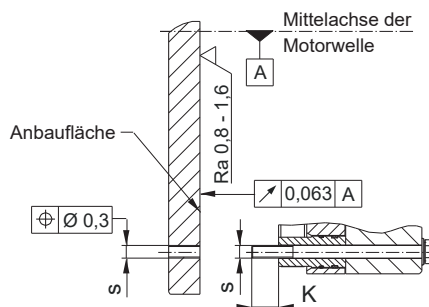

Bild 5
- ☐ Bei Nabenausführungen sind die Passungstoleranzen der Nabenbohrung (10) und der Welle so zu wählen, dass kein Aufweiten der Nabenverzahnung (10) erfolgt. Ein Aufweiten der Verzahnung führt zu einer Klemmung des Rotors (3) auf der Nabe (10) und somit zu Funktionsstörungen der Bremse. Empfohlene Naben – Wellenpassung H7/k6. Wird zum besseren Fügen die Nabe (10) erhitzt, so muss zuvor der O-Ring (11) entfernt und nach der Nabenmontage wieder aufgezogen werden. Die max. zulässige Füge­temperatur von 150 °C darf nicht überschritten werden.
- ☐ Eine Auslegung der Passfederverbindung entsprechend den Anforderungen Wellendurchmesser, übertragbares Drehmoment und Betriebsbedingungen ist durchzuführen. Dazu müssen die entsprechenden Daten vom Betreiber bekannt sein bzw. die Auslegung wird vom Betreiber nach den gültigen Berechnungsgrundlagen DIN 6892 durchgeführt. Für die Berechnung ist die Qualität der Nabe mit Re = 300 N/mm² anzusetzen. Die Traglänge der Passfeder sollte sich über die gesamte Nabe (10) erstrecken.
- ☐ Die Anbaumaße und die Anschraubgewinde s mit Tiefe K + 2 mm (K = Schraubenüberstand) gemäß Katalog, bzw. zugehöriger Zusammenstellungszeichnung müssen gegeben sein (Bild 5).